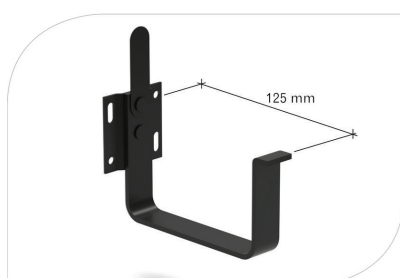

рис. 2
- короткий кронштейн и длинный металлический кронштейн (рис. 2, 3), которые не имеют замка в нижней части, и представляют дополнительное эстетическое решение при монтаже Galeco STAL2 без использования декоративной планки